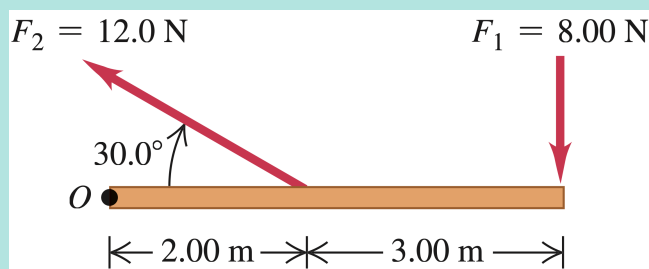

Figura 8: Figura de referencia.
5. Determina el torque alrededor del punto  $O$  para las dos fuerzas aplicadas como en la figura 8. La varilla y las dos fuerzas están en el plano de la página.